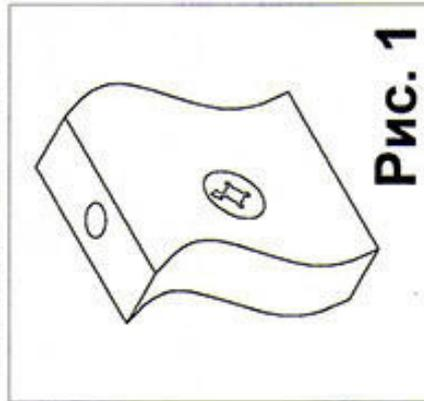

Рис. 1
1. Прибить подпятники (6) при помощи гвоздей, к боковинам 1 и 4. Далее прикрутить направляющие (7), при помощи евроинтов (8), к деталям 2,3 и 4. К стойке 4 направляющие (7) прикручиваются с обеих сторон (со второй стороны направляющие прикручиваются саморезами (5)). Вставить стяжки-растекс (9) в детали 1 и 4, а стяжки-растекс (3) в стойку 3 (см. рис. 1). Забить шканты (1) в детали 1,4, и 3.
1. Забить шканты (1) в торцевые отверстия диаметром 8 мм планок 3. Соединить планки 3 с боковинами 1 и 2. Фиксацию деталей произвести при помощи евроинтов (2). Вставить стяжки-растекс (5) в детали 1 и 2. (см. рис. 1), и шканты (1).
2. Закрутить в муфты полки 5 дюбеля стяжек-растекс (4) и соединить ее с боковиной 1. Фиксацию стяжек-растекс (5) произвести путем поворота их по часовой стрелке.